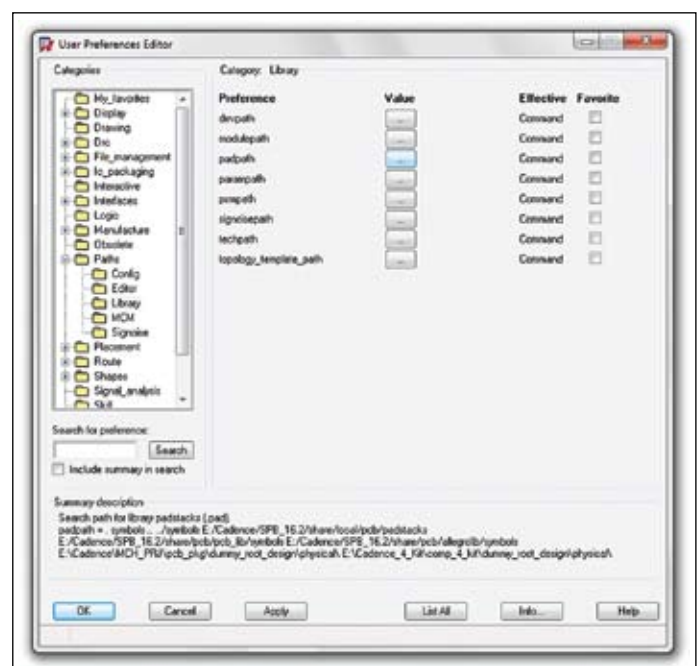

Рис. 23. Окно пользовательской конфигурации САПР
- Справа найти пункт **padpath** и нажать на соответствующую ему кнопку «...» в колонке **Value** (рис. 23).
- Аналогичные действия следует проделать для пункта **psmpath** (рис. 23).